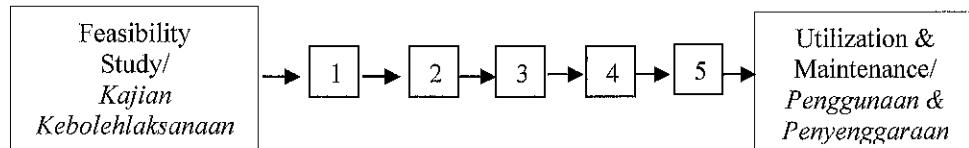

Figure A1 / Rajah A1
*Bahagian ini mengandungi **DUA (2)** soalan subjektif. Jawab **SEMUA** soalan.*
- CLO1 (a) Identify **FIVE (5)** stages involved with construction industry from early stage until last stage referring to Figure A1.
*Kenal pasti **LIMA (5)** peringkat yang terlibat dengan industri pembinaan daripada peringkat awal sehingga peringkat akhir merujuk kepada Rajah A1.*